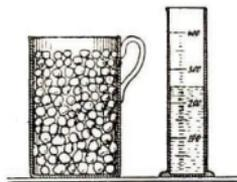

Abb. 10
7. Der Sand füllt ersichtlich den äußerlich von ihm eingenommenen Raum nicht ganz aus; es bleiben zwischen den Sandkörnern leere Zwischenräume übrig, die **Poren** (Abb. 10).